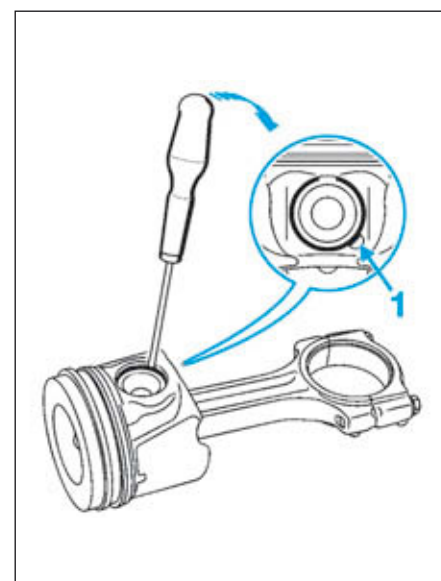

FIG.81
- Retirer le jonc d'arrêt de l'axe de piston à l'aide d'un tournevis plat en prenant appui dans l'encoche (1) du piston (Fig.81).